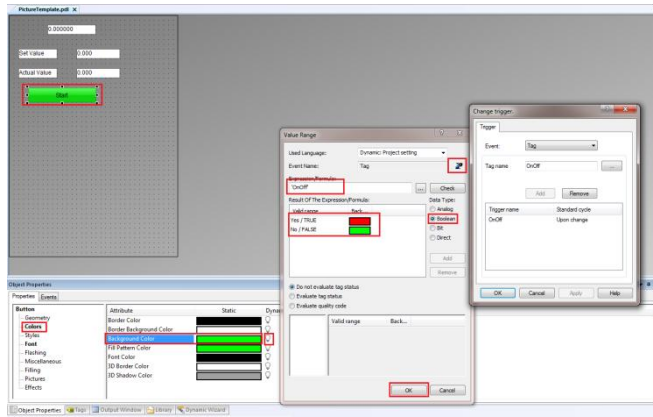
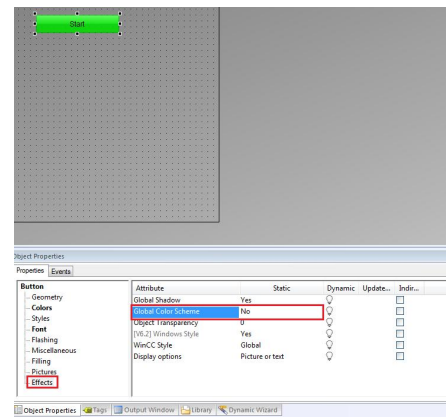

图 3-13
图 3-14
4. 按钮颜色动态变化的设置。选中按钮，在 Properties->Button->Color 中，将 BackgroundColor 的静态颜色改为绿色（作为初始颜色），右键点击小灯泡，选择 Dynamic Dialog，设置动作触发器和动态颜色的对应关系。操作可以参考文本的动态设置，如图 3-13 所示。在 WinCC V7.3SE 中，所有对象都默认使用“ Global Color Scheme”，为了能够让按钮颜色变化，我们还需在 Properties->Button->Effects 中将该属性选为 No，如图 3-14。